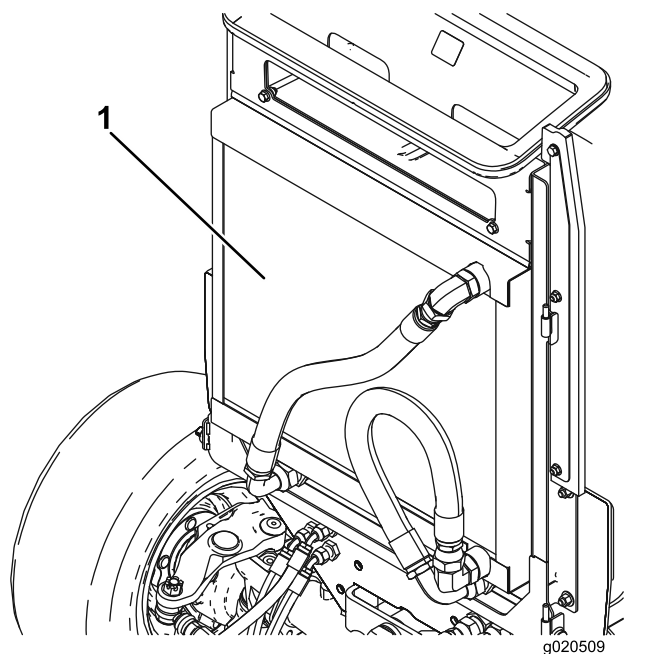

図 75
3. オイルクーラとラジエターの両方の裏表(図 75)を圧縮空気で丁寧に清掃する。前側から清掃を始め、車体後方に向けてごみを吹き飛ばす。その後、今度は後ろ側から前側に向かって吹きつけて清掃する。この作業を数回繰り返してごみやほこりを十分に落とす。